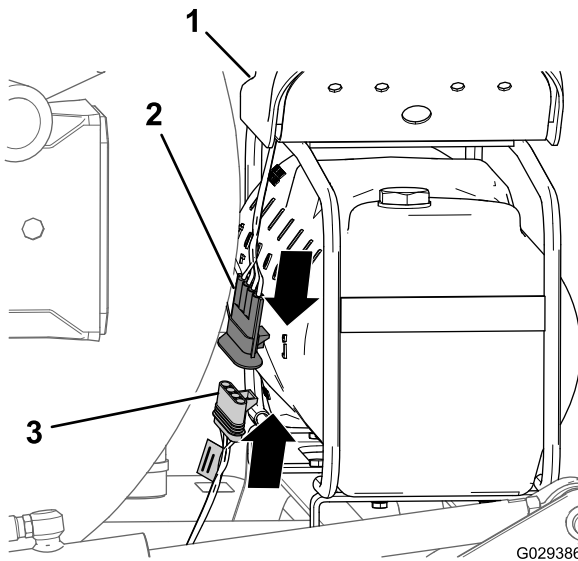

图17
1. 在线束 236cm 支管的末端，将修整组件线束的 4 插槽接头与压缩机线束的 4 针接头对齐（图17）。
2. 将 4 针接头插入 4 插槽接头（图17）。